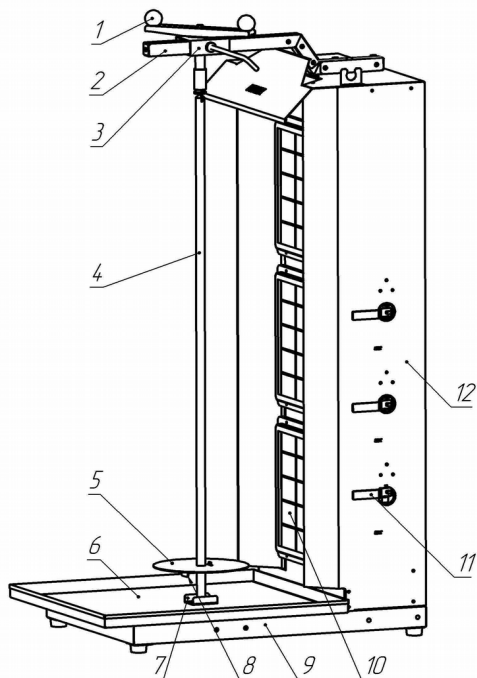

Рис.3
5.5. Управление скоростью приготовления мяса на установке осуществляется газовыми кранами (11) (рис.3) - увеличивая, либо уменьшая поступление газа к газовым горелкам, вследствие чего увеличивается, либо уменьшается, температура газовых горелок. Скорость приготовления мяса может также меняться в зависимости от расстояния между специальным ножом и газовыми горелками.